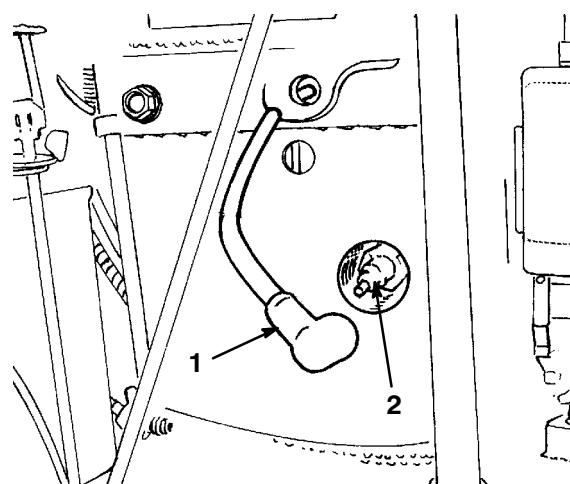

Abbildung 13
1. Den Zündkerzenstecker abziehen (Abb. 13).
2. Das Kabel von der Zündkerze abziehen (Abb. 13).
3. Die Kabel an den Zündkerzen anbringen (Abb. 13).